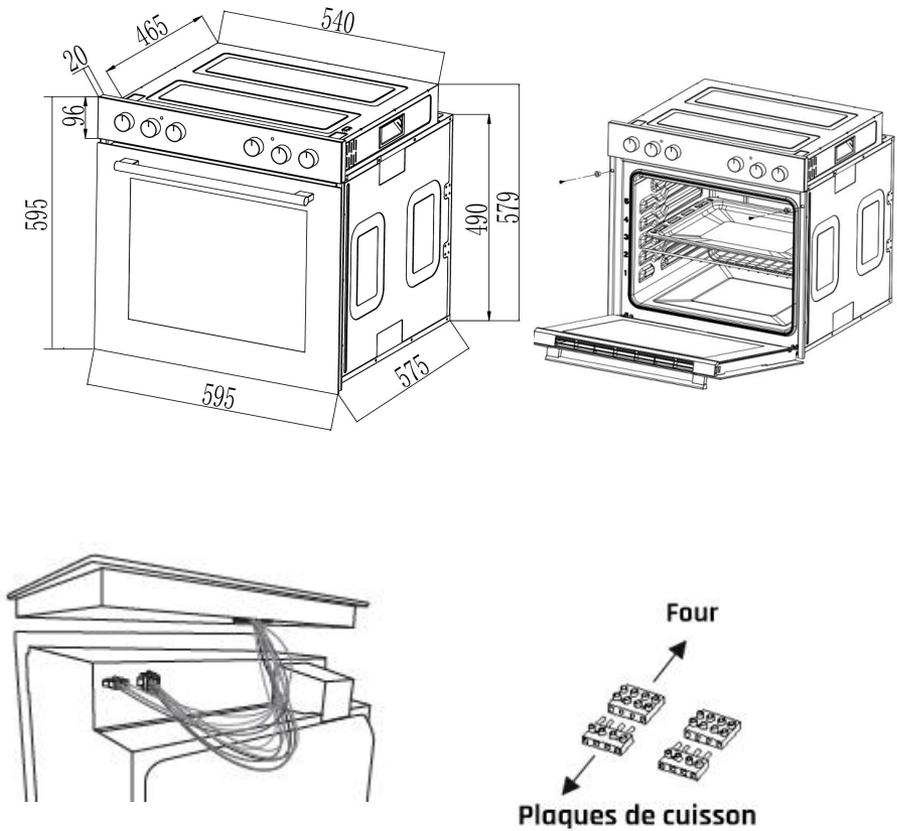

figure 3
2. Installation du four : (comme indiqué dans la figure 3)